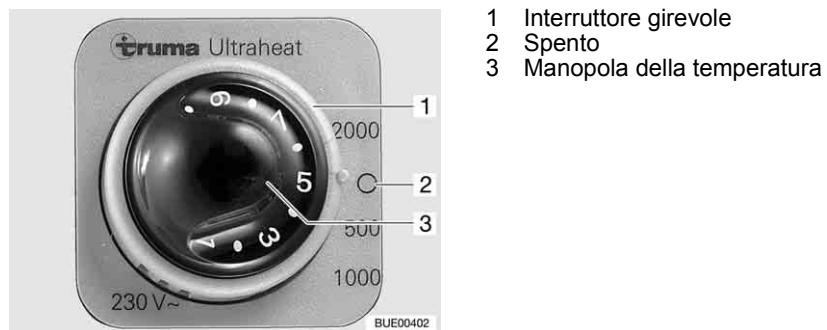

Fig. 110 Elemento di regolazione riscaldamento supplementare elettrico Ultraheat
- Posizionare l'interruttore girevole (Fig. 110,1) sul grado di potenza desiderato (500, 1000 o 2000 W).
- Posizionare la manopola della temperatura (Fig. 110,3) sulla potenza desiderata.
- Posizionare l'interruttore girevole (Fig. 110,1) su "O" (Fig. 110,2).